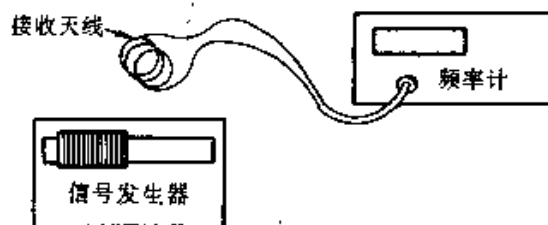

图 4-43
④ 校准频率覆盖范围。可用标准频率计来校准,如图 4-43 所示,用一单股绝缘导线绕 3~5 圈后作为标准频率计的接收天线,放在自制信号发生器的磁性天线旁边。打开自制信号发生器的电源,频率计应能接收到信号并指示出频率。调节可